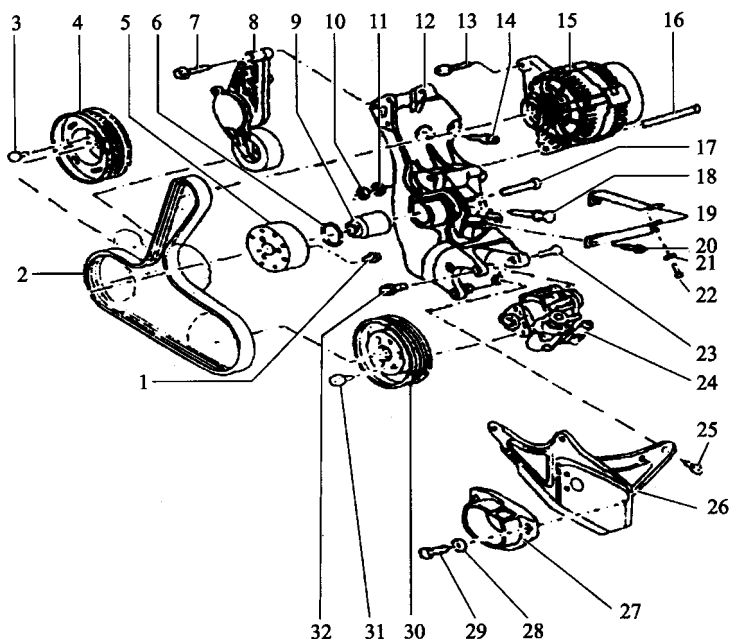

图 1-8 发电机、动力转向油泵 V 带
22) 松开动力转向油泵 V 带轮的螺栓, 拆下 V 带轮, 如图 1-8 所示。